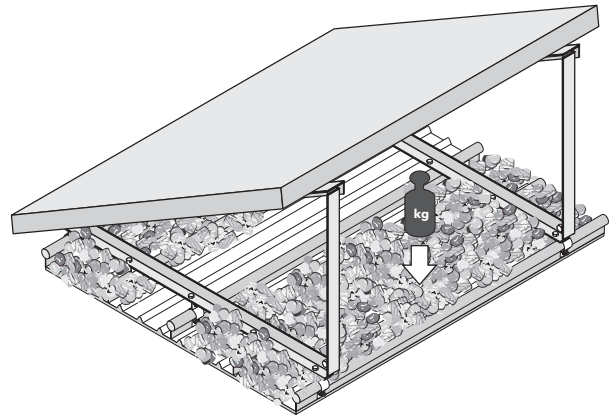

Bild 14 Beschwerung der Stehfalzplatte mit Kies
- Zum Abschluss die Stehfalzplatte mit einer Kiesschicht überdecken (Bild 14). Den Kies vorzugsweise im vorderen und hinteren Bereich der Stehfalzplatte verteilen.